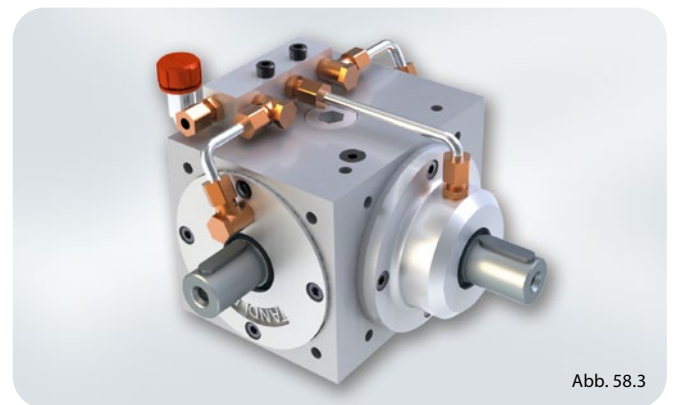

Abb. 58.3
Bei extremen Einsatzbedingungen empfehlen wir eine Ölumlaufschmierung (siehe Abb. 58.3). Bei der einfachen Version (S 535) bereiten wir das Getriebe so mit Öl-Zu- und Abläufen anstelle der vorhandenen Verschlussstopfen vor, so dass es sich direkt an eine Ölkühlung anschließen lässt. Noch effektiver ist die kundenspezifische Version (S 537), bei der die Zuläufe je nach Einbaulage optimal ins Gehäuse eingebracht werden. Dabei wird das Öl direkt dort eingespritzt, wo es gebraucht wird, zum Beispiel direkt im Zahneingriff und den Lagerstellen.
*Under extreme operating conditions, we recommend a forced lubrication system (see fig. 58.3). In the simple version (S 535), we replace the lubrication plugs with fittings so that they can be connected directly to a recirculating oil cooling system. Even more effective is the custom version (S 537), in which, depending on the installation position, oil inlets in the optimum position can be incorporated in the gearbox casing, so that oil is injected where it is needed, directly into the gear mesh and the bearings.*